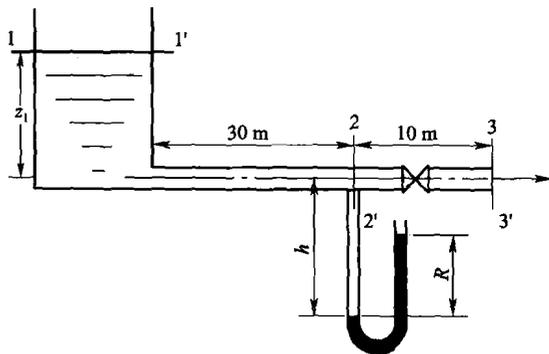

图 1-4
7. 有一水位恒定的水槽,槽的底部连接一  $\phi 76 \text{ mm} \times 3.5 \text{ mm}$  钢管,如图 1-4 所示。管路上装有一闸阀,在距离管入口端 30 m 处装一 U 形管压差计,指示液为汞。测压点与管路出口端之间的直管长度为 10 m。当阀门关闭时,测得  $R = 500 \text{ mm}$ ,  $h = 1\,200 \text{ mm}$ 。当阀门部分开启时,测得  $R = 300 \text{ mm}$ ,  $h = 1\,100 \text{ mm}$ 。则此时管中水的流量为多少?当闸阀全开时,U 形管压差计的读数为多少?(两种情况摩擦系数均取 0.024。)